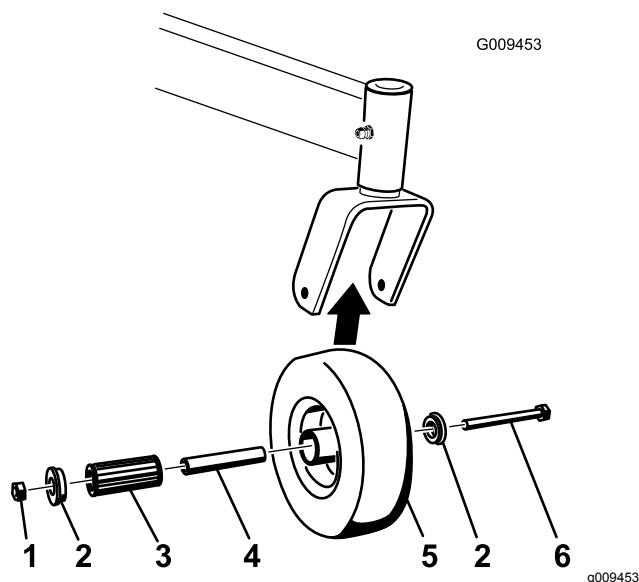

Figure 60
1. Enlevez le contre-écrou et le boulon de fixation de la roue pivotante à la chape (Figure 60).
- Enlevez une bague, puis sortez la douille pour clé et le roulement à rouleaux du moyeu de roue (Figure 60).
- Enlevez l'autre bague du moyeu, puis nettoyez la graisse et les saletés éventuellement présents dans le moyeu (Figure 60).
**Remarque:** Remplacez les pièces endommagées ou usées (Figure 60).
- Placez une bague dans le moyeu de roue (Figure 60).
- Lubrifiez le roulement à rouleaux et la douille pour clé, et insérez-les dans le moyeu (Figure 60).
- Mettez la deuxième bague dans le moyeu (Figure 60).
- Montez la roue pivotante dans la chape à l'aide du boulon et du contre-écrou (Figure 60).
- Serrez le contre-écrou jusqu'à ce que la base de la douille pour clé soit en appui contre l'intérieur de la chape (Figure 60).